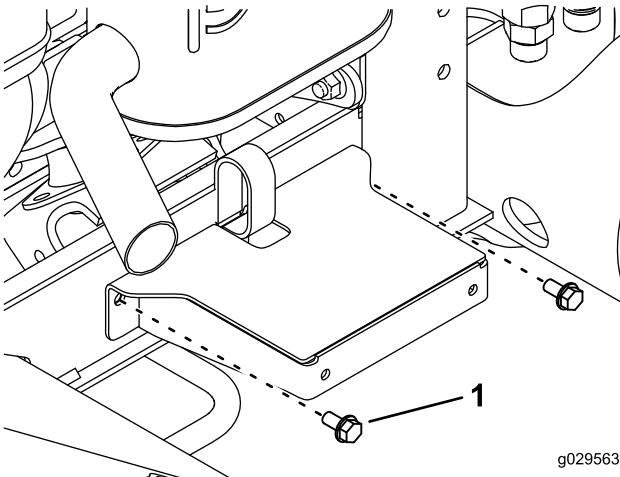

図 21
12. 新しく開けた穴を使って、フェンダのマウントをフレームのチャネル材に固定するタップねじ $5/16 \times \frac{5}{8}$ " 2本を使用する図 21。